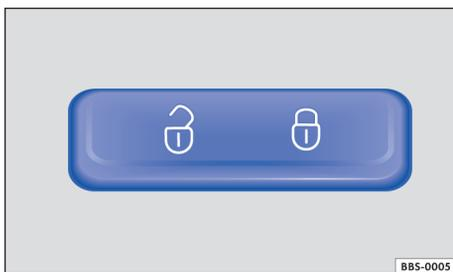

图 23 驾驶员侧车门上：中央门锁按钮
车速达到约 15 km/h 时中央门锁会自动闭锁。如果汽车已闭锁，则中央门锁按钮中的指示灯  点亮 ⇒ 图 23。
按钮 ⇒ 图 23:
- 按钮中的指示灯 ⇒ 图 23 点亮。